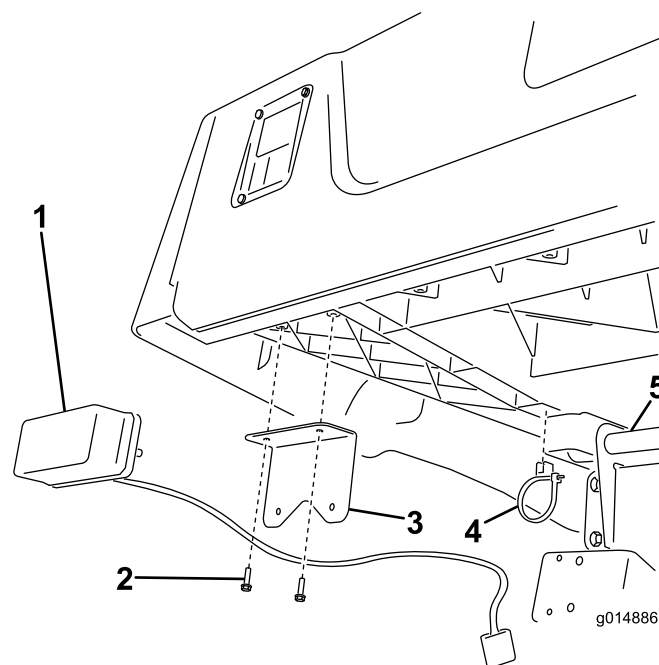

図 14
1. 各ライトブラケットを取り付ける；ねじ(#10-3/4 インチ) 2本を使用する(図 14)。
2. テールライトをブラケットに取り付ける；オレンジ色のランプが機体の外側を向くように取り付けること(図 14)。
3. 図 14 に示すように、ケーブルタイ・クリップを荷台の左右のリブに取り付ける。
4. ライトから出ているワイヤを、クリップについているケーブルタイを通して荷台のピボットチューブまで配設する(図 14)。